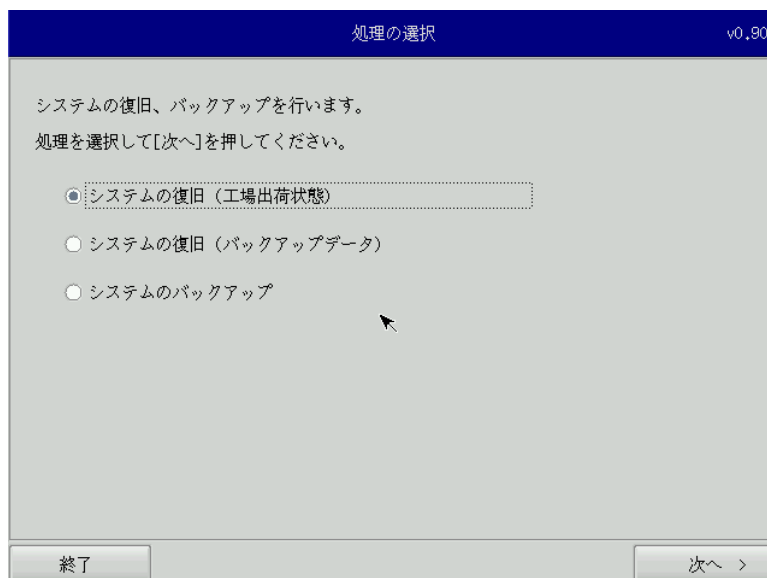

図 6-1-5. リカバリメイン画面
- ⑫ 再起動し、正常にリカバリ DVD から起動すると図 6-1-5 のリカバリメイン画面が表示されます。
- ① LAN ケーブルが接続されている場合は、LAN ケーブルを取り外してください。
- ② USB メモリ、SD カードなどのストレージメディアが接続されている場合は、ストレージメディアを取り外してください。
- ③ 「6-1-1 リカバリ DVD 起動」を参考にリカバリ DVD を起動させます。
- ④ リカバリメイン画面（図 6-1-5）で[システムの復旧（工場出荷状態）]を選択し、[次へ]ボタンを押します。
- ④ リカバリメイン画面 (図 6-1-5) で [システムのバックアップ] を選択し、[次へ] ボタンを押します。
- ④ リカバリメイン画面（図 6-1-5）で[システムの復旧（バックアップデータ）]を選択し、[次へ]ボタンを押します。